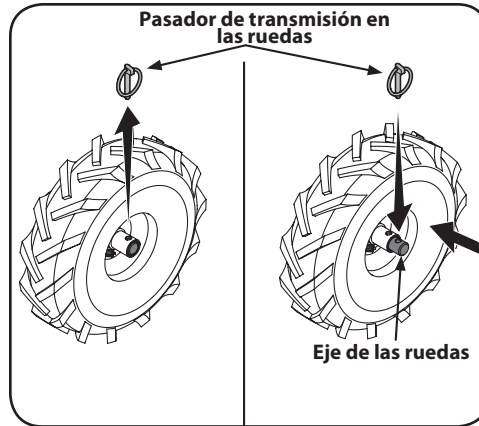

Figura 2-12
- Retire el pasador de transmisión de la rueda del cubo de la rueda y eje de la rueda. Vea la Figura 2-12.
- Deslice la rueda totalmente hacia adentro en el eje de la rueda. Reinstale el pasador de transmisión en las ruedas a través del eje de la rueda únicamente (no a través del cubo de la rueda). Vea Figura 2-12. Ahora, la rueda debe girar libremente (ruedas libres) sobre el eje de la rueda. Repita el procedimiento con la otra rueda.